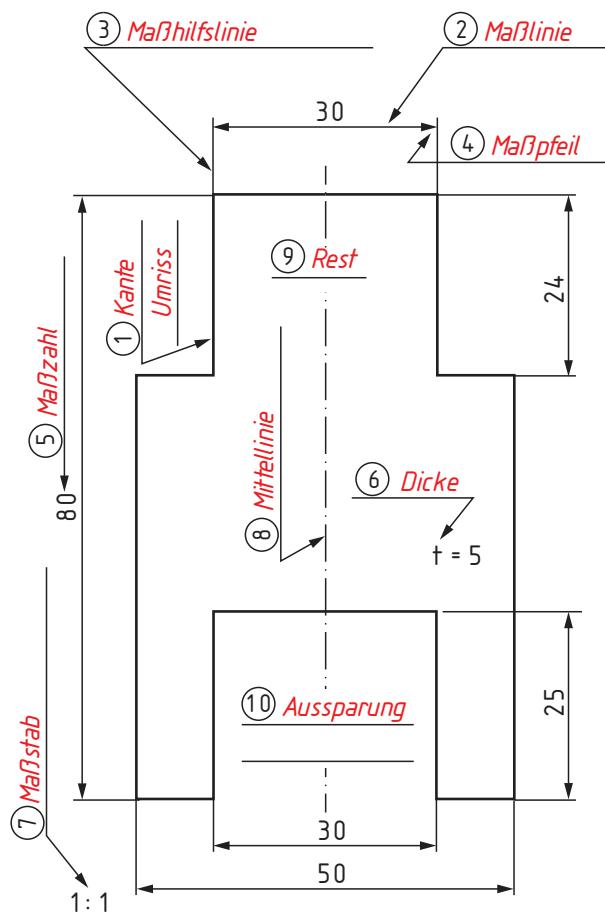

Abb. 1: Führungsplatte
- Verwendung der Linienarten (Abb. 1):
Aufgabe 2: In Abb. 1 Bezeichnungen bei den Hinweislínien eintragen